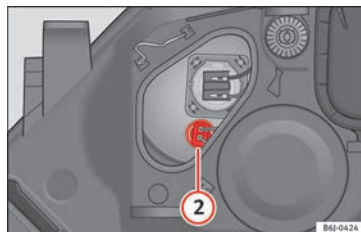

Fig. 181 Feux de position.
- Retirez le connecteur » **fig. 181** ② en tirant vers l'extérieur.